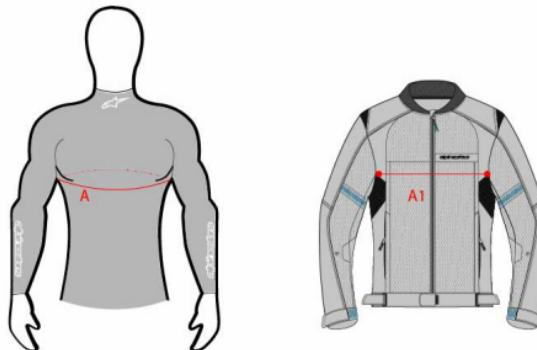

Figura 22: Riferimenti per le posizioni della circonferenza toracica (A) dell'utente e della larghezza toracica dell'indumento esterno (A1)
AVVERTENZA! Tech-Air® Off-Road deve essere indossato con qualsiasi indumento esterno che soddisfi i seguenti criteri: misurare la circonferenza del torace (A) e la larghezza dell'indumento sulla regione del torace (A1). L'indumento è compatibile con il sistema Tech-Air® Off-Road se A1 è maggiore di A diviso 2 più 16 cm ($A1 > 0,5 \times A + 16 \text{ cm}$ o $A1 > 0,5 \times A + 6,30 \text{ pollici}$) (vedere la Figura 22 sotto).